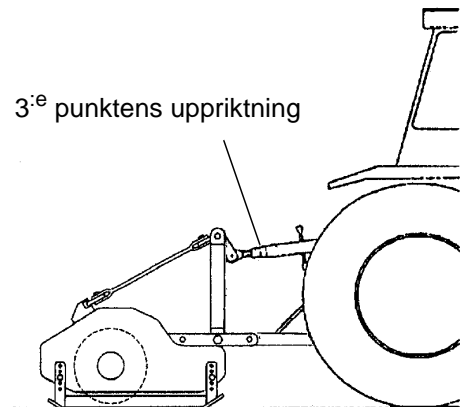

Bild 4-7 Felaktig anslutning
- Anslut inte klipparen enligt bild 4-7.